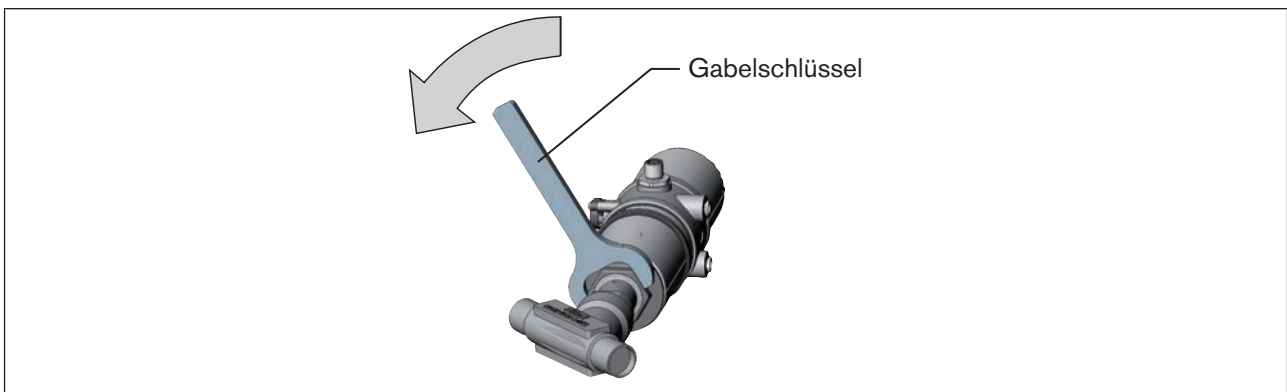

Bild 17: Drehen mit Gabelschlüssel
- ▶ Das Antriebsmodul nur gegen den Uhrzeigersinn drehen (siehe „Bild 17“).